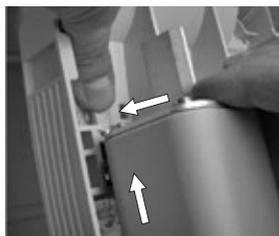
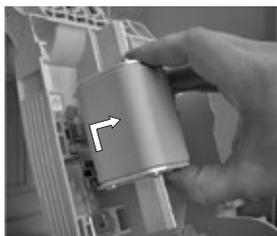

Figura 19
Figura 20
- Pressione o botão de liberação para travamento de elos-fusíveis (Figura 19) e, em seguida, afaste e retire o elo-fusível do porta-fusível (Figura 20).